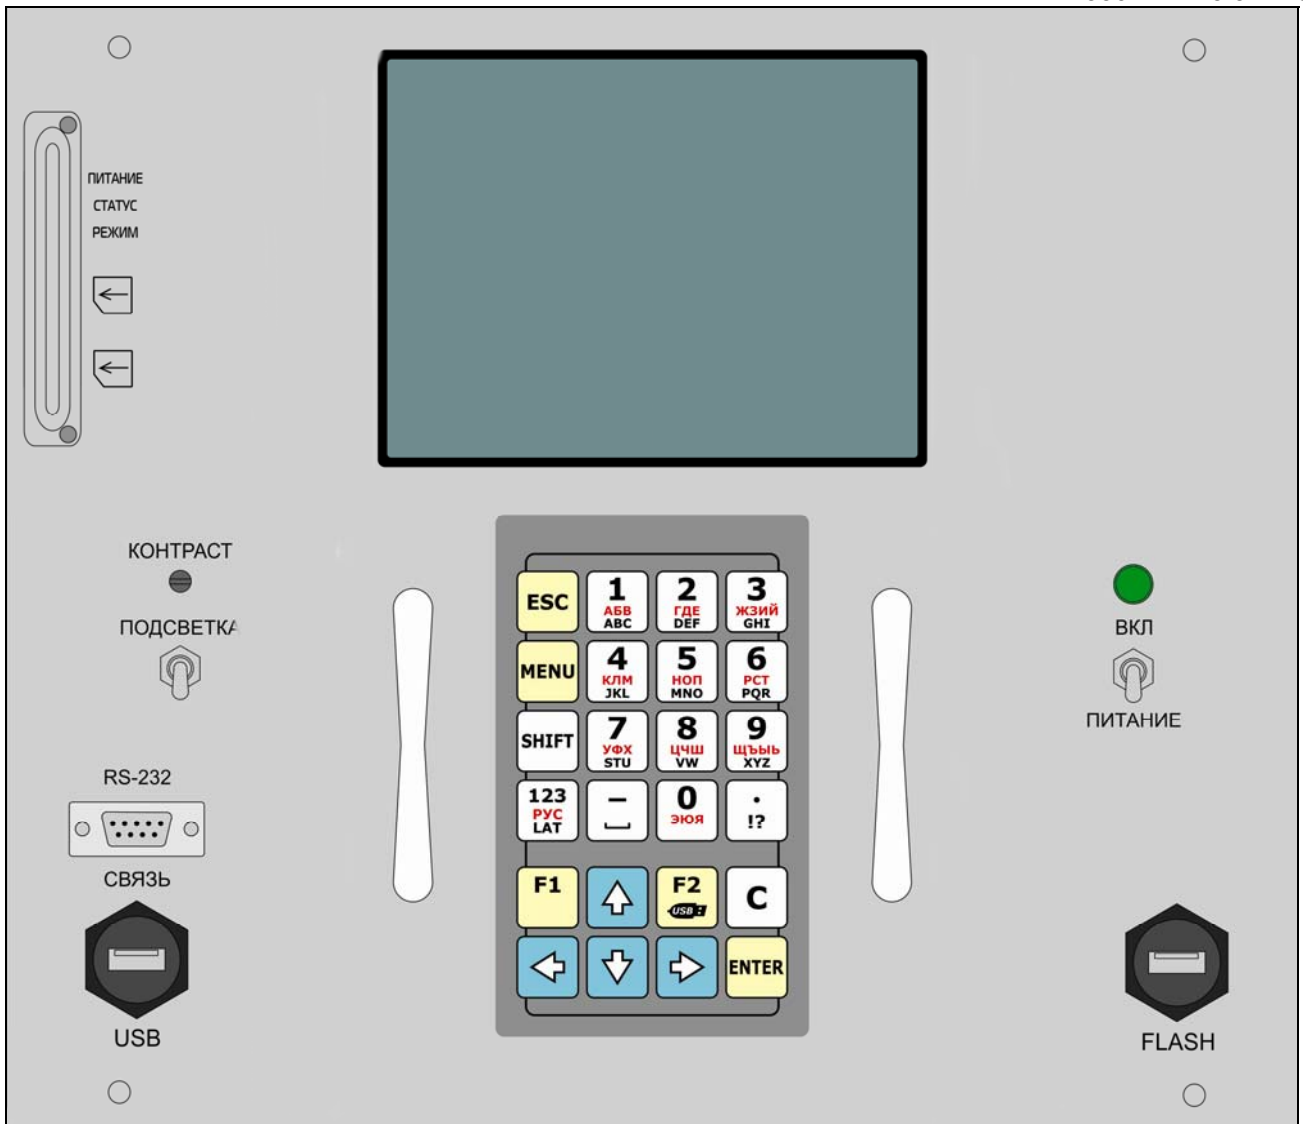
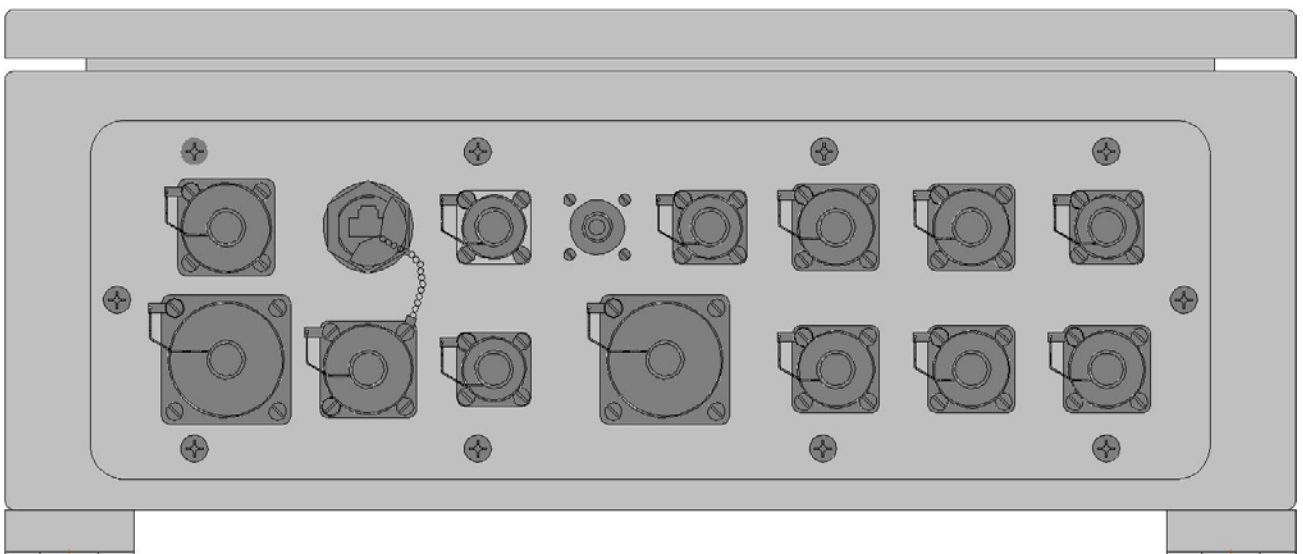

Рис. 1. Прибор ИВЭ-50 модель 311 (лицевая панель).
Рис. 2. Прибор ИВЭ-50 модель 311 (разъемы на корпусе)
1.3.1 Конструктивно прибор модели 14.311 выполнен в металлическом шкафу, внутри которого установлен выемной блок (рис. 1). На нижней стенке шкафа закреплены клемма заземления, разъемы для подключения кабелей питания, распределительной коробки, выносных табло, блокировки исполнительных механизмов, звуковой сигнализации, выходных аналоговых сигналов, антенны встроенного модема (рис. 2). На задней части шкафа имеются петли для крепления прибора.